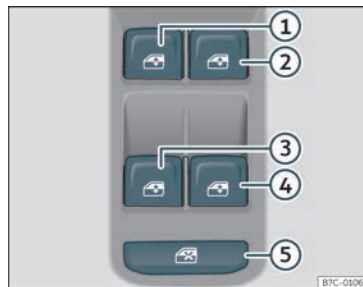

Fig. 82 Dettaglio della porta del conducente: comandi per i finestrini.
Mediante l'interruttore di sicurezza»» **fig. 82** **⑤** nella porta del conducente si possono disattivare gli alzacristalli delle porte posteriori.